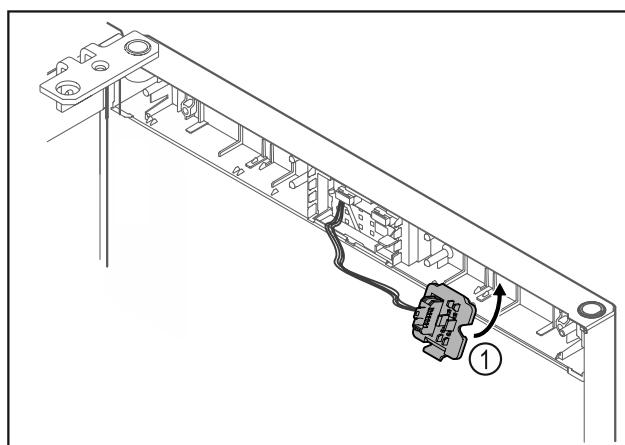

Fig. 24
- Κουμπώστε το στήριγμα του φίς Fig. 24 (1) στην απέναντι πλευρά.